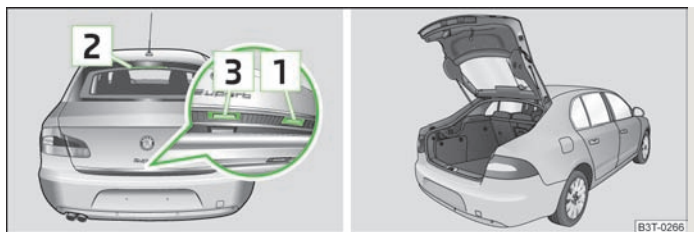

Fig. 19 Mânerul capotei portbagajului/capota mare a portbagajului deschisă
După descuierea autovehiculului, capota mare a portbagajului » fig. 19 poate fi deschisă.
- Apăsăți mânerul  » fig. 19 de pe marginea de jos a capotei portbagajului.